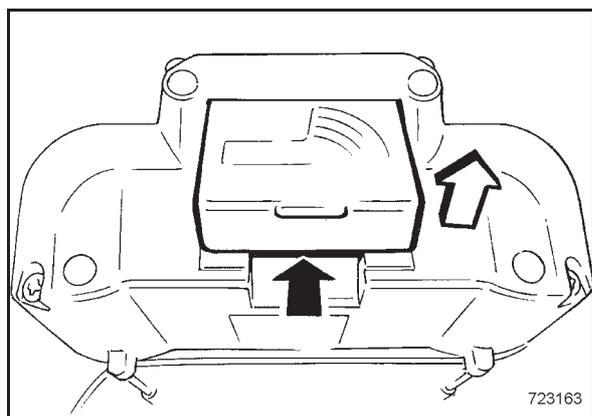

Bild 88
- Akku nach vorne eindrücken und nach oben aus dem Gehäuse entnehmen (Bild 88).